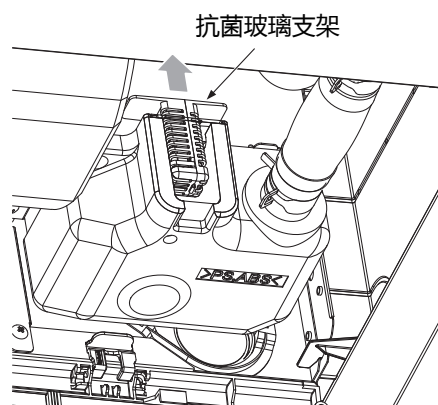

图 3
- 3 通过顶部的孔拆下悬挂在排水泵套件内部的抗菌玻璃支架。（参见图 3）